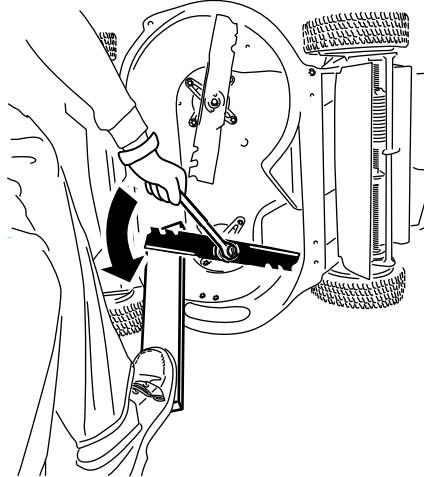

Figura 36
- Utilize um calço de madeira para segurar cada lâmina e rode o parafuso da lâmina no sentido contrário ao dos ponteiros do relógio como se mostra na Figura 36.